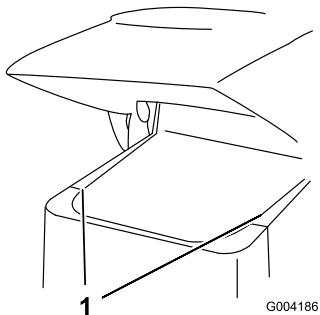

Bild 25
2. Schieben Sie die Seitengitter (Bild 25) nach oben und aus den Schlitten im vorderen Gitter und im Rahmen.